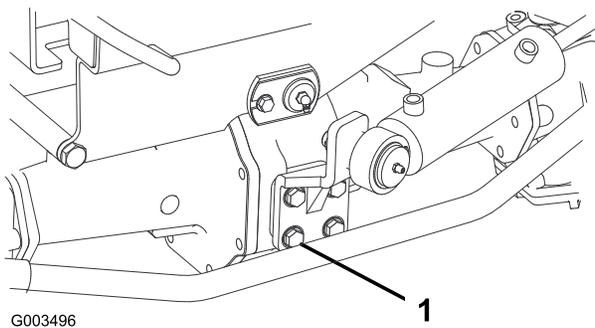

Figura 54
2. Controllate la coppia dei bulloni di fissaggio del cilindro di sterzata (Figura 54). La coppia deve risultare tra 65 e 81 Nm.